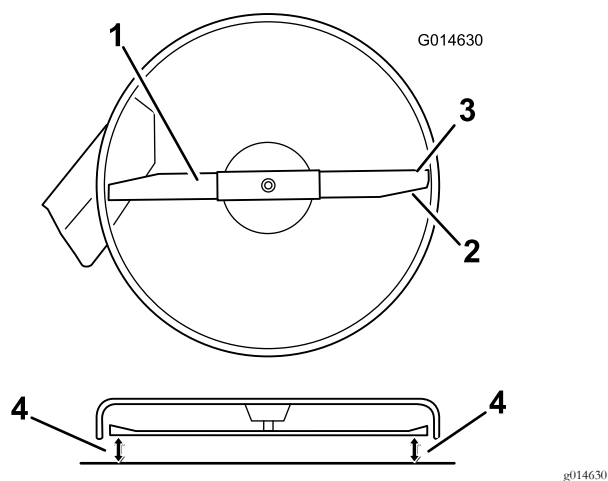

Figura 51
4. Gire cuidadosamente la cuchilla de modo que quede perpendicular a la máquina (Figura 51).
5. Mida entre los bordes de corte exteriores y la superficie plana (Figura 51).